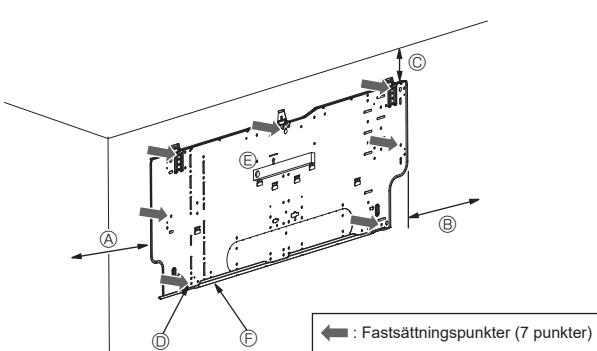

Fig. 3-4
3.2.3. Installation av väggfästet (Fig. 3-4)